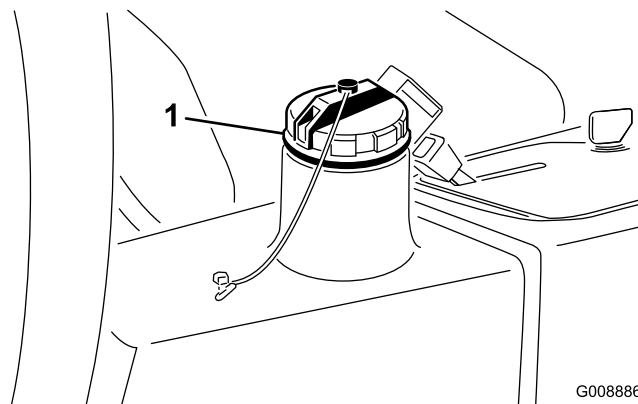

Figura 24
2. Pulite attorno al collo del bocchettone e del tappo del serbatoio idraulico (Figura 24). Togliete il tappo di riempimento.